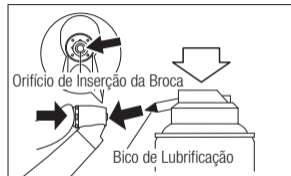

Fig. 9
- 2) Lubrifique o sistema de fixação diretamente pelo orifício de inserção da broca (Fig. 9).